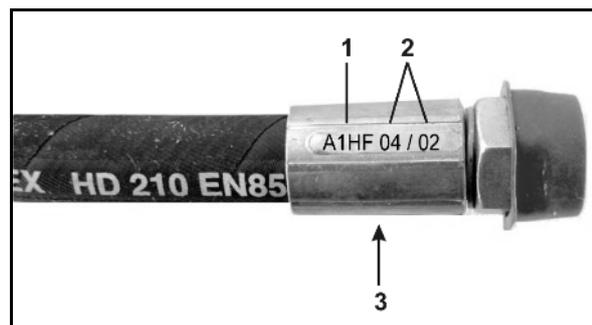

Fig. 55
2. Desenroscar la tapa del imán (Fig. 55/1)
3. Retirar la bobina magnética (Fig. 55/2)
4. Extraer la barra de válvula (Fig. 55/3) con los soportes de válvula y limpiarla con aire a presión o aceite hidráulico.